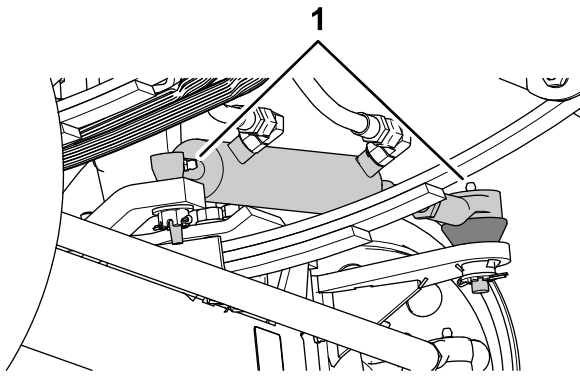
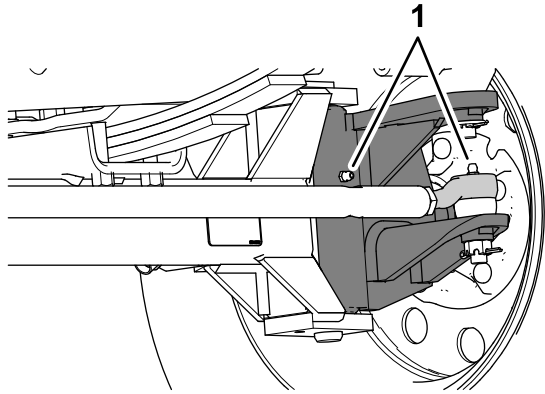

图 62
图 63
1. 将黄油嘴擦拭干净图 62 和图 63。
2. 用黄油枪将润滑脂打入到黄油嘴图 62 和图 63。
注意 黄油嘴的位置如图 62 中所示。